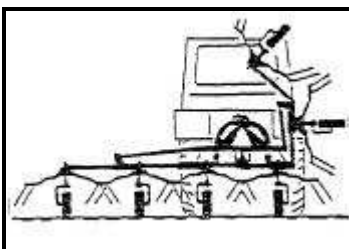

Abbildung 17
**Mögliche Fehlbedienung (Abb. 17). Ursache: Klinken nicht entriegelt!**